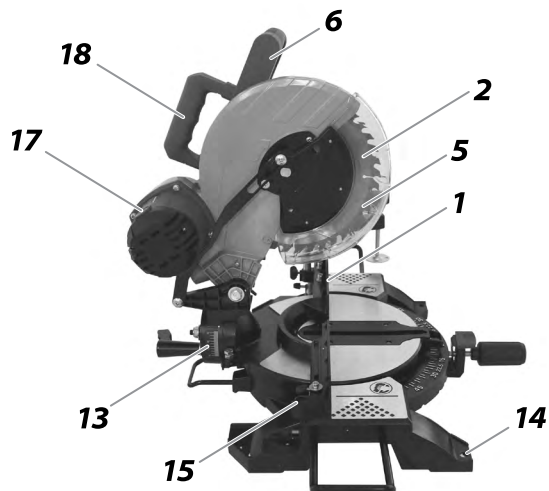
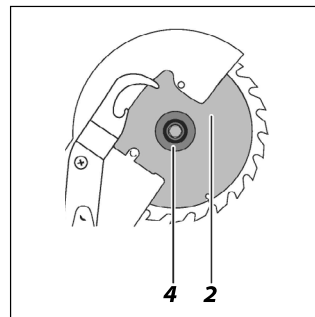

Рис. 1
Рис. 3
ВНЕШНИЙ ВИД ЭЛЕКТРОИНСТРУМЕНТА (Рис. 1, 2)
3. Снимите наружный фланец (4) (Рис. 3) и пильный диск (2) (Рис. 1);
4. Для установки диска установите на шпиндель сначала внутренний фланец, затем диск. Направление вращения диска (указано на самом диске) должно совпадать с направлением вращения шпинделя, обозначено стрелкой на защитном кожухе (5) (Рис. 1).